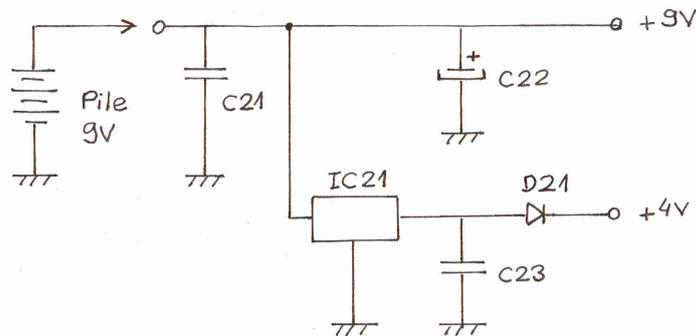
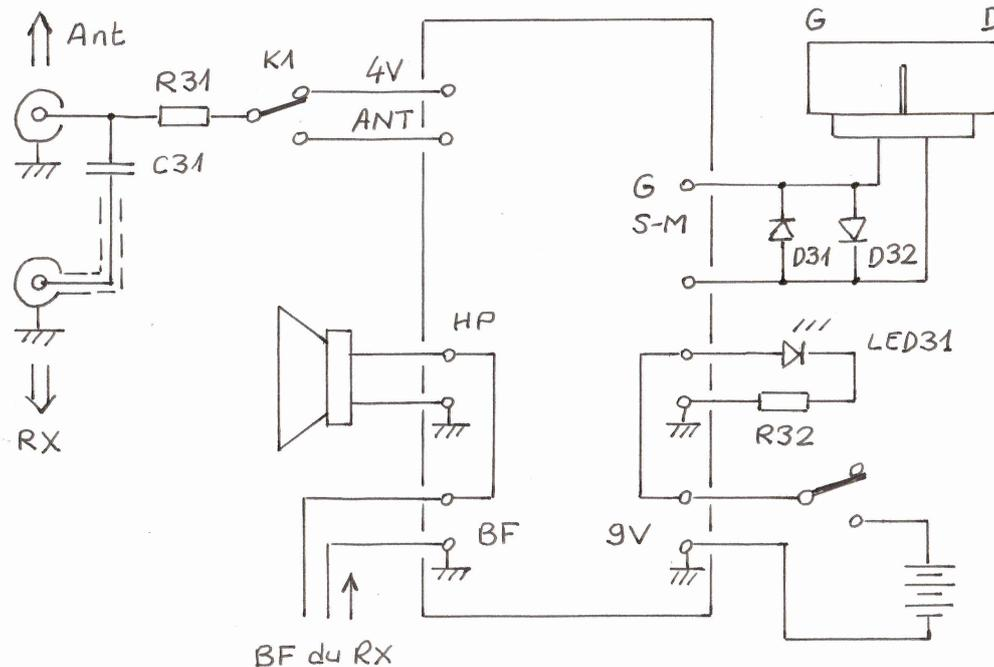

Figure 4 : « Homing Toutes Bandes », alimentation
Figure 5 : « Homing Toutes Bandes », implantation dans le boîtier
-- Le potentiomètre P1 est une protection du galvanomètre ; il limite le courant qui le traverse. Certains galvanomètres ont une résistance de 700 Ω , la mesure de certains autres donne 1200 Ω à 1500 Ω . Avec un galvanomètre de grande taille et très sensible (50 μA), le courant de l'ohmmètre provoque la déviation maximale, alors que l'aiguille ne bouge que très légèrement avec d'autres galvanomètres plus petits. Pour P1, on peut utiliser une valeur de 5 à 10 k Ω et l'ajuster en fonction du galvanomètre utilisé. Après réglage, le remplacer par une résistance fixe est une bonne solution. Par précaution, il faut mettre 2 diodes tête-bêche sur les bornes du galvanomètre pour limiter la tension à ses bornes à 0,6 ou 0,7 V maximum (Figure 5).
Le circuit intégré IC21 est un régulateur de tension 5V (Figure 4). La diode série D21 permet de réaliser une source de tension régulée à 4V. Ceci permet d'envoyer vers les diodes PIN de l'antenne par l'interrupteur K1 (Figure 5) soit une tension en créneaux de $\pm 4V$ par la sortie ANT, soit une tension continue qui donne une directivité permanente de l'antenne.
Autour de la carte électronique, plusieurs composants sont montés directement sur le boîtier (Figure 5). Sur la face avant on trouve :